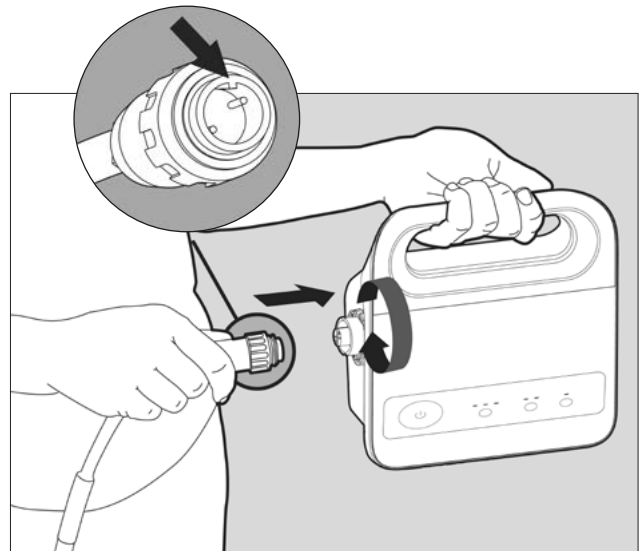

Figura 3
1. Conecte el cable de comunicación a la alimentación eléctrica, asegurándose de que la muesca del conector quede alineada con el correspondiente surco de la alimentación eléctrica. Consulte **Figura 3**.
2. Gire el conector del cable en sentido horario para bloquear el cable en la alimentación eléctrica. Consulte **Figura 3**.